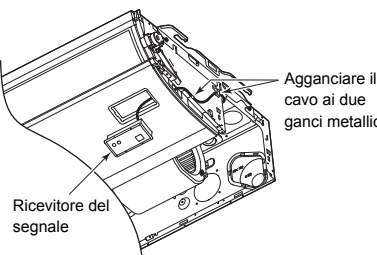

Figura 3
4. Bloccare il cavo del ricevitore del segnale con lo stesso fermacavo che blocca il cavo del motore del deflettore. (Figura 3)